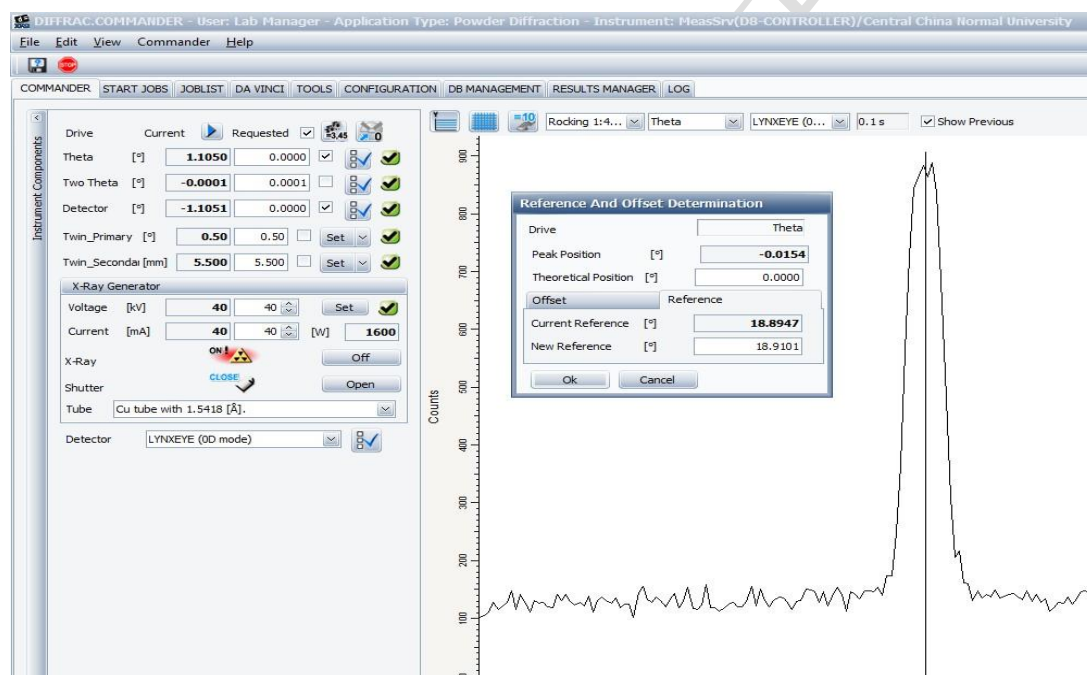

图 2-1
- (1) 放置玻璃狭缝，放置时较宽的那面面对操作者。将Theta与Detector设为0，按Go。
- (2) 参数设置：固定发散狭缝或前置Twin 0.5° ；次级Twin 5mm；Cu吸收片 0.2mm ；林克斯探测器（0mode，14mm）
- (3) 选择Rocking扫描模式，用来确定theta轴是否在零点。设置theta扫描范围（ -1° ， 0.01° ， 1° ）测量设为 0.1sec/step 点击start，测完后打开commander目录下的reference and offset determination，选择reference，点击OK重置tube的参考位置。（图 2-1）